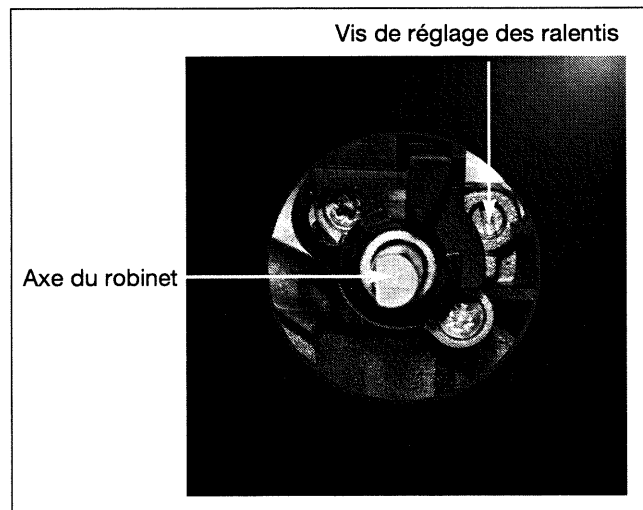

Fig. 5
- A l'aide du petit tournevis fourni dans la pochette, vissez à fond la vis de réglage des ralents en laiton (jaune) (fig.5) dans le sens des aiguilles d'une montre.